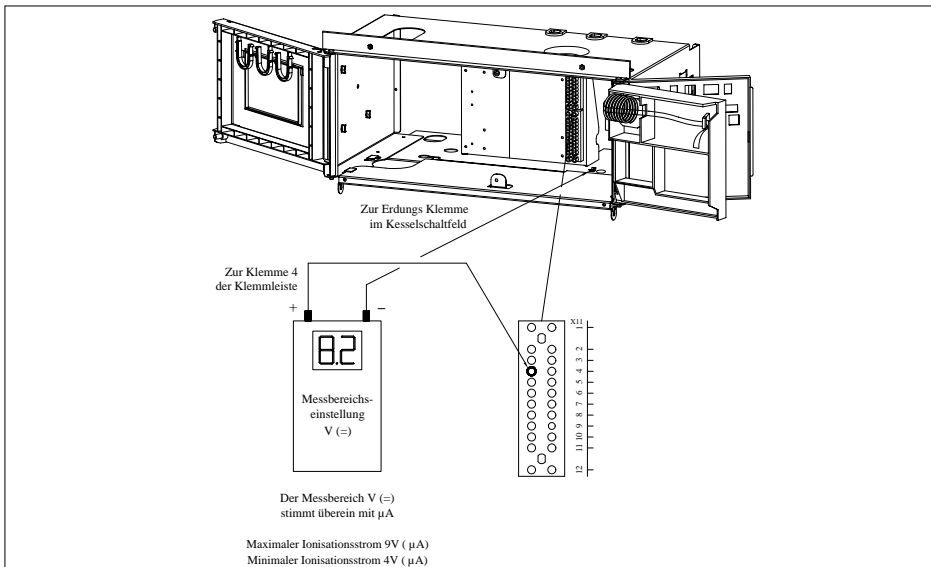

Bild 17 Ionisationsmessung
<p>Flammenbildung, aber keine oder nicht ausreichende (< 4 µA) Ionisation.</p> <p>Messung, siehe Bild 17 Kontrollieren:</p> <ul style="list-style-type: none"> - Flammengeometrie: ist der Flammenkern klar ersichtlich und ist das Flammenbild stabil? - CO₂-Einstellung im Voll- und Teillast - Erdung der Zündelektrode - Leckstromkontrolle an den Temperatursensoren (Präsenz von Feuchtigkeit) - Visuelle Kontrolle Zünd-/Ionisationselektrode (evtl. weisse Oxide beseitigen mit z.B. Schmirgelpapier oder Drahtbürste) und Elektrodenabstand soll 3 bis 4 mm betragen.
5. Kontrolle der Ionisation (mindestens 4 μA , *Hinweis in Bild 17*).